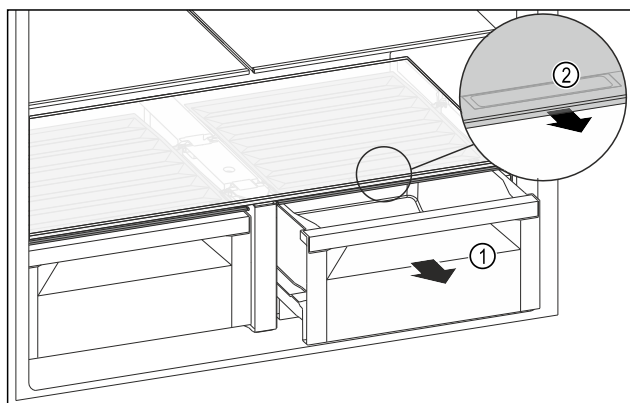

Fig. 118
- ▶ Izvucite ladicu Fig. 118 (1).
- ▶ Primite ručku Fig. 118 (2) na poklopcu pretinca i istodobno povucite poklopac pretinca prema naprijed.